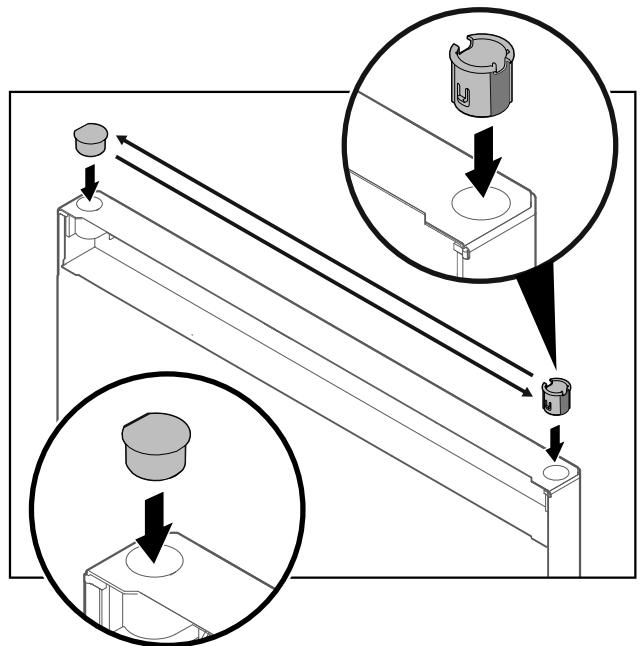

Fig. 20
► Scharnierbuchse Fig. 20 (1) mit den Fingern herausziehen.
► Abdeckstopfen Fig. 20 (2) vorsichtig mit einem Schlitzschraubendreher anheben und herausziehen.